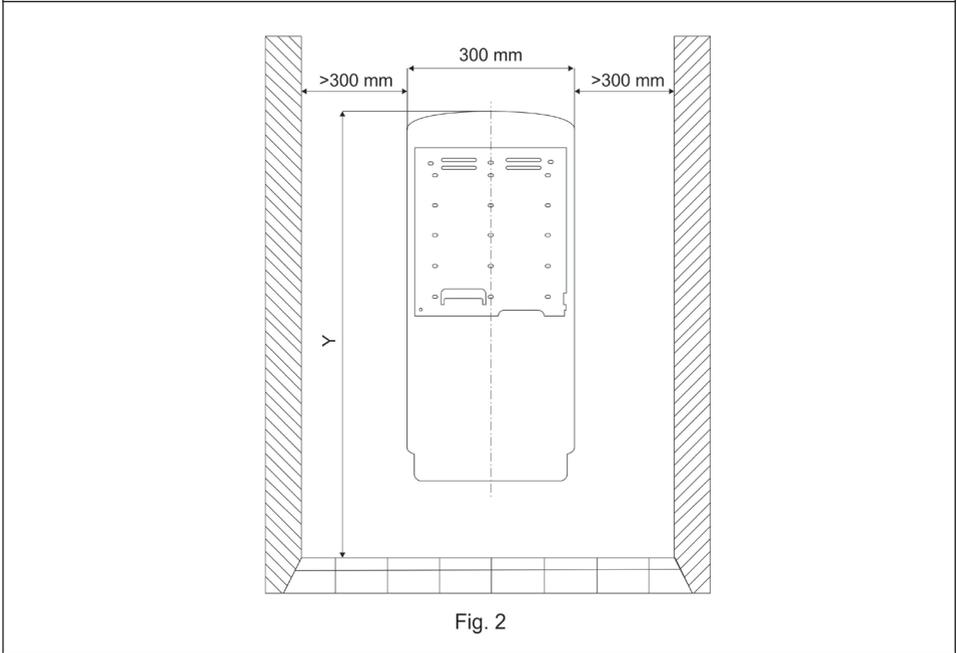

Fig. 2
- **Fig. 2.** S'assurer que le futur emplacement de l'appareil respecte les distances de sécurité indiquées. Nous vous recommandons d'installer l'appareil à une hauteur différente selon l'endroit où il sera installé: toilettes pour hommes, pour femmes ou pour handicapés.